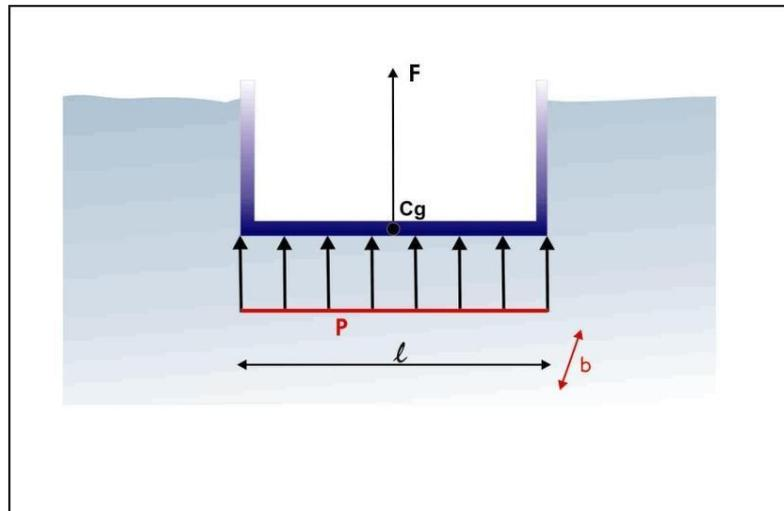

Figura 4
- b) La fuerza que ejerce el fluido sobre una superficie sólida que está en contacto con él es igual al producto de la presión ejercida sobre ella por su área (ver **Figura 4**, donde $A = b * l$).
- c) Esta fuerza, que actúa en cada área elemental, se puede representar por una única fuerza resultante (ver F en **Figura 4**) sobre la superficie completa que actúa en un punto llamado centro de presiones (en la figura coincidente con el centro de gravedad).